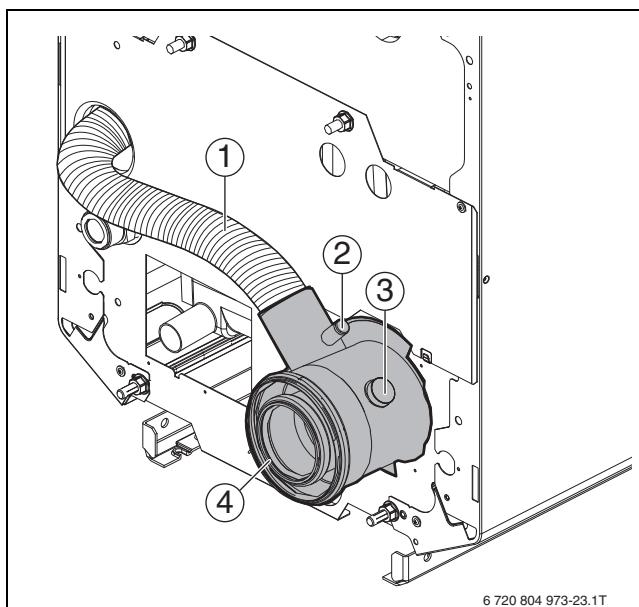

Fig. 23 Tronchetto aria e gas combusti
Le misurazioni si effettuano, di norma, in corrispondenza del tronchetto di collegamento gas combusti e aria (accessorio necessario; →fig. 23, [4]) o nel tronchetto di collegamento gas combusti (accessorio necessario in caso di adduzione aria comburente separata o con 60 kW).
Analisi combustione: →fig. 23, [3].
Analisi aria di manda in caso di funzionamento indipendente dell'aria dell'ambiente: →fig. 23, [2].
- ▶ Immergere la sonda di misurazione fino nel flusso centrale dei fumi (al centro del tubo, dove è massima la temperatura dei fumi) attraverso l'apertura di misurazione nel tronchetto di collegamento gas combusti (→ fig. 23, [3]).